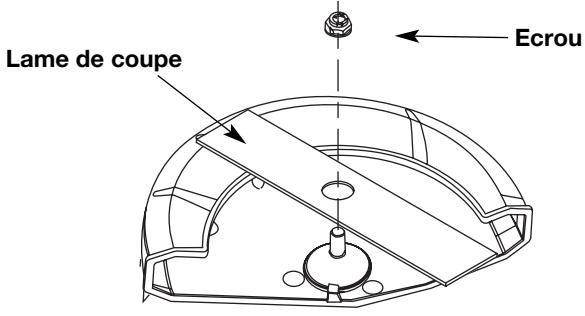

Fig. 16
4. Installer la nouvelle lame et l'écrou (Fig. 16).